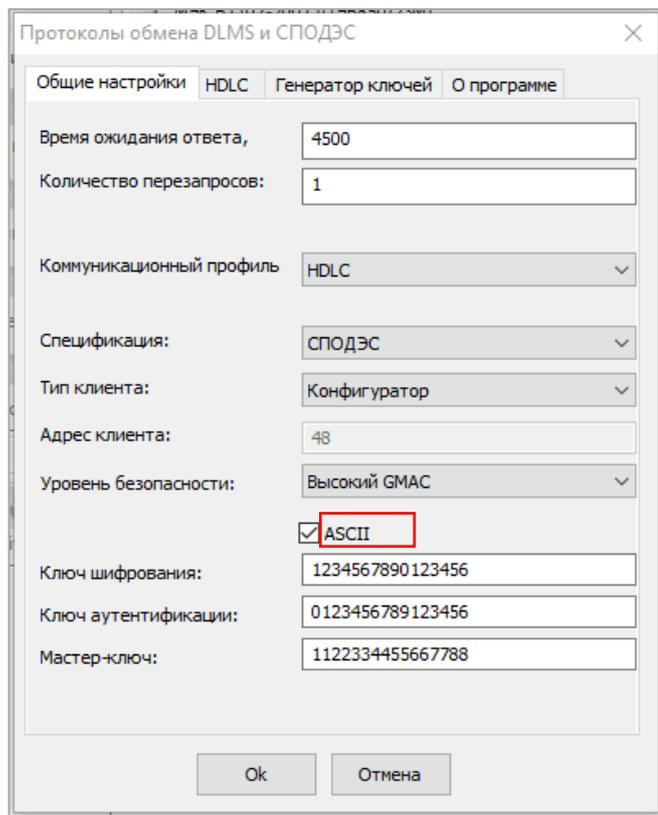

Рисунок 38 - Ввод ключей в символьном виде
- символами (галочка ASCII включена) (см. рисунок 38);